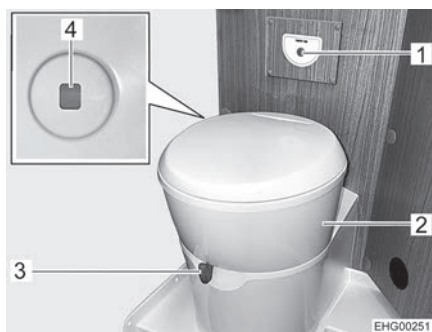

Fig. 153 Toilette
La tazza del WC può essere orientata nella posizione desiderata. A tale scopo, prendere con entrambe le mani la parte superiore (Fig. 153,2) della toilette e ruotare.
La centralina di controllo con il pulsante dello sciacquone (Fig. 153,1) è posizionata vicino alla tazza del WC.
Il colore dell'indicatore di livello (Fig. 153,4) passa da verde a rosso quando è necessario svuotare il serbatoio fecale.
- Prima di tirare l'acqua, aprire il cursore della toilette. A tal fine girare la leva del cursore (Fig. 153,3) in senso antiorario.
- Per sciacquare premere il pulsante blu (Fig. 153,1).